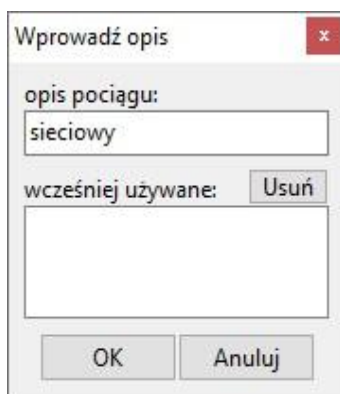

图 2.4.5 自定义描述输入窗口
- 若涉及运行单机、轨道巡检车、工程车、高风险货物列车（**Towary Wysokiego Ryzyka, TWR**）以及超限列车等特殊列车，在通报的同时还需通过车次号输入框右边的下拉列表补充该列车类型信息。该列表提供多个常用描述选项，也可手动输入自定义内容【“其他...”（**pozycja inne...**）选项，见图 2.4.5）】。